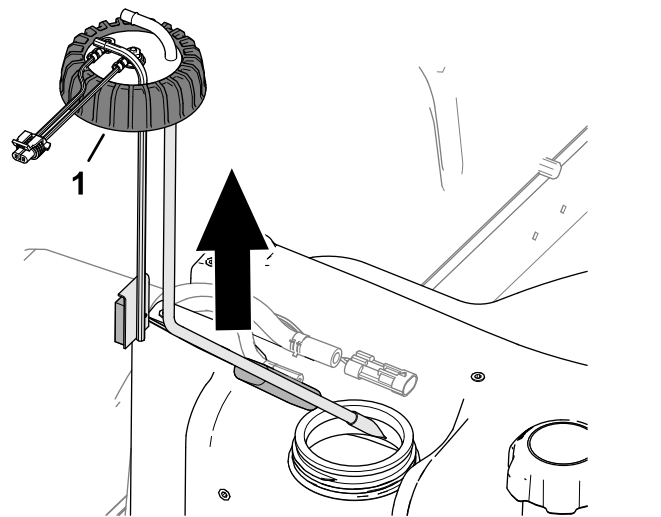

Figura 121
5. Desaperte a tampa de alimentação de combustível (Figura 121).